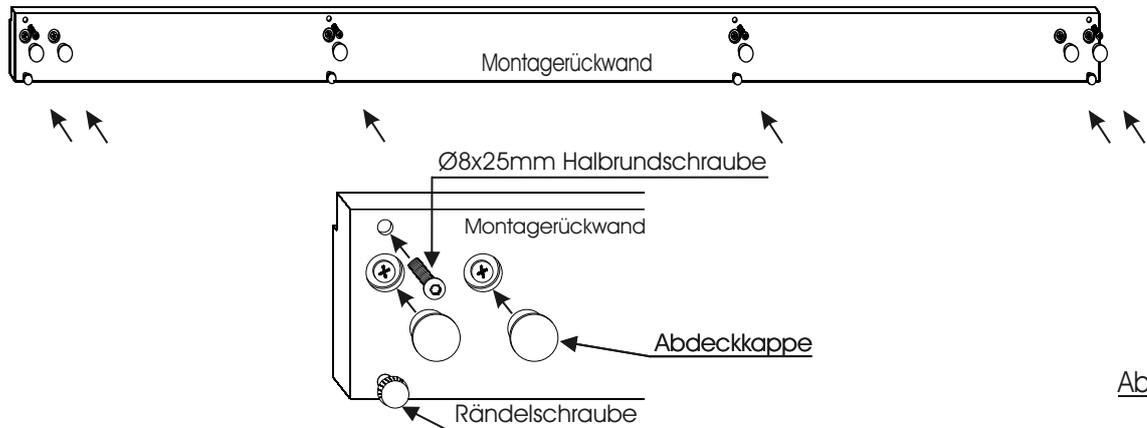
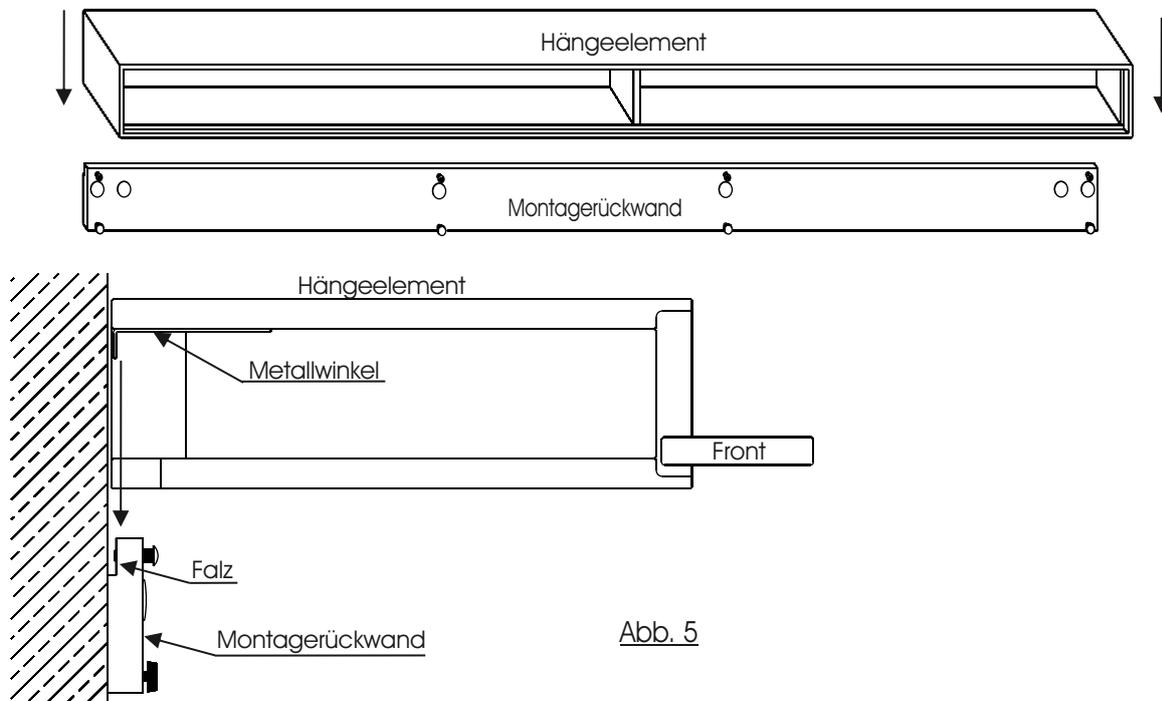

Abb. 4
Abb. 5
4. Richten Sie das Möbel durch drehen der Sockelgleiter aus. Stirnseitig positionierte Gleiter werden von außen mit der Hand gedreht. (Abb. 4) Die innenliegenden Gleiter können von Innen mit einem Sechskantschlüssel ausgerichtet werden. (Abb. 5) Falls die innenliegenden Bohrungen sichtbar sein sollten, werden Sie mit einer Abdeckkappe verschlossen. (Abb. 6)
7. Verschließen Sie die Montagelöcher der Rückwand mit den Abdeckkappen und drehen in die oberen Bohrungen die M8x25mm Halbrundkopfschrauben ein. Die Schrauben dürfen nicht in den Falzbereich hineinreichen. (Abb. 4)
8. Setzen Sie das Element vorsichtig auf die Montagerückwand. Der Metallwinkel des Oberbodens vom Hängeelement wird hierbei in die Falz der Montagerückwand hineingeführt. (Abb. 5)